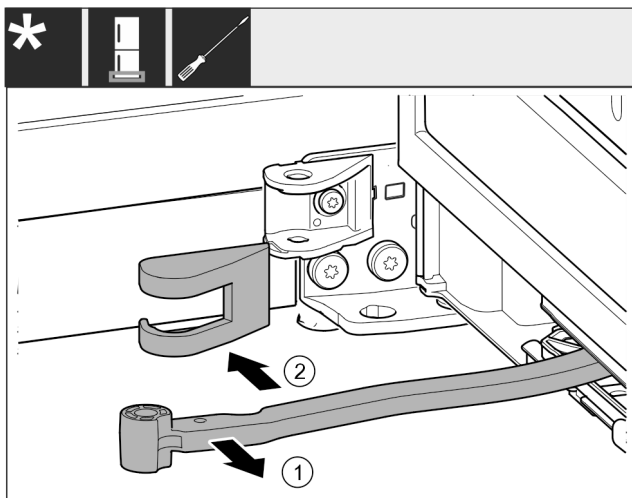

Fig. 16
- ▶ Rrotulloni menteshën në drejtimin e derës. Fig. 16 (1)
- ▶ Largoni kapakun mbulues të bazamentit mbështetës. Fig. 16 (2)